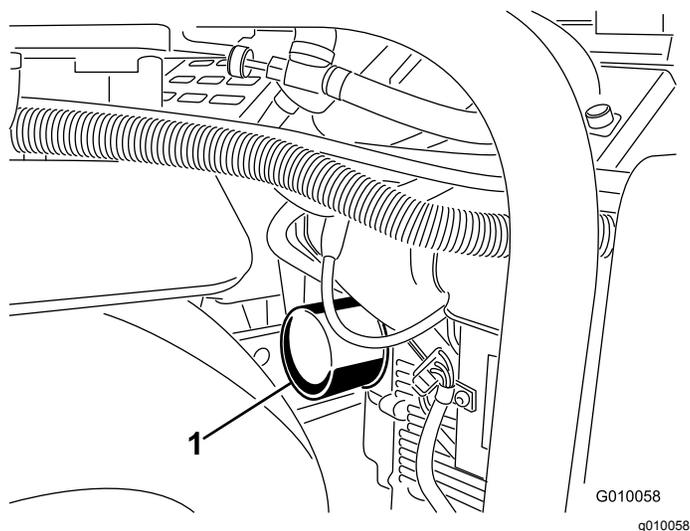
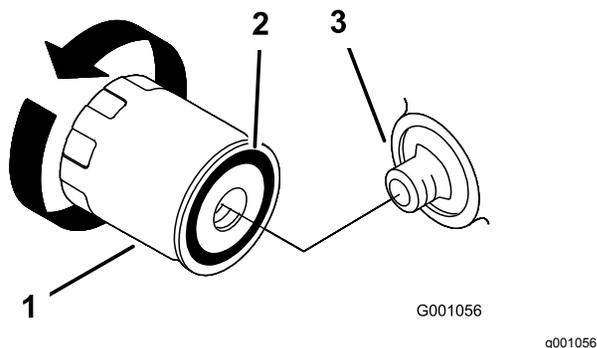

Figura 46
Figura 47
5. Mettere una bacinella o uno straccio sotto il filtro per raccogliere l'olio di spurgo (Figura 46).
6. Togliete il filtro usato (Figura 46 e Figura 47) e pulite la superficie della guarnizione dell'adattatore del filtro.